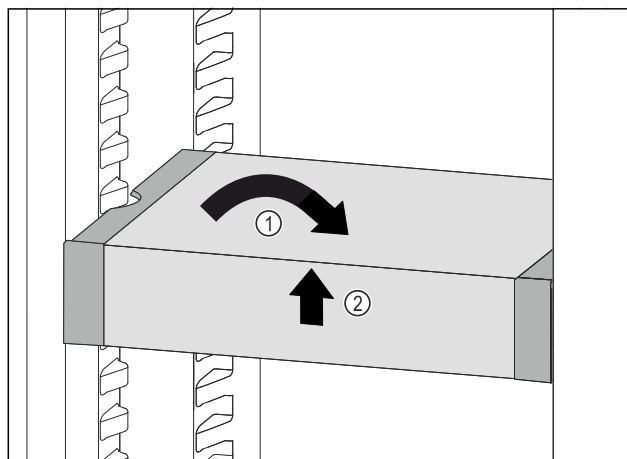

Fig. 177
- ▶ Ispravite VarioSafe. Fig. 177 (1)
- ▶ Podignite sprijeda VarioSafe. Fig. 177 (2)